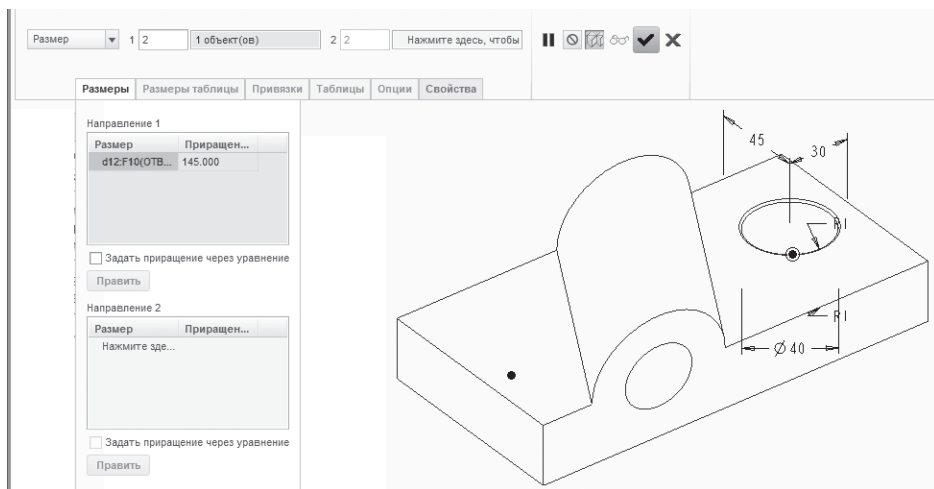

Рис. 4.113. Атрибуты массива
Шаг 3. Выберите управляющий размер (30) и введите величину приращения, равную 145 мм (рис. 4.113) (меню *Размеры*, поле *Приращение*).